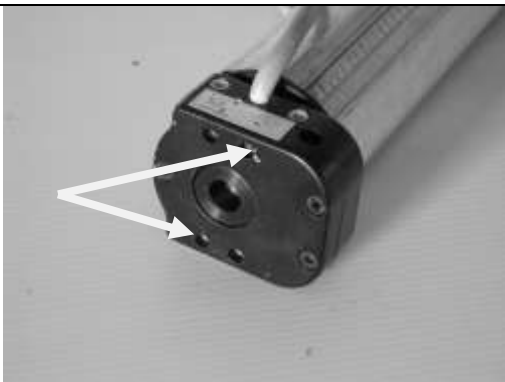

Figure 3.1
- c. Visser le chariot support sur la tête du moteur à l'aide des 2 vis M6x20 (fig. 3.1 & 3.2). Choisir deux trous en diagonale, en fonction du côté du moteur, à droite ou à gauche.